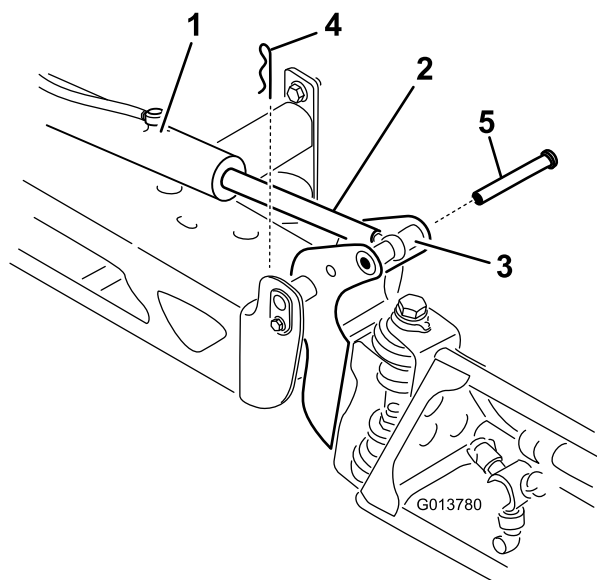

Figura 74
2. Togliete la coppiglia dal perno di articolazione (Figura 74).
3. Sollevate la barra e togliete il perno (Figura 74). Abbassate lentamente la barra a terra..
8. Alzate la barra per allineare il perno con l'asta dell'attuatore. Tenete ferma la barra e inserite il perno attraverso il perno della barra e l'asta dell'attuatore (Figura 74).